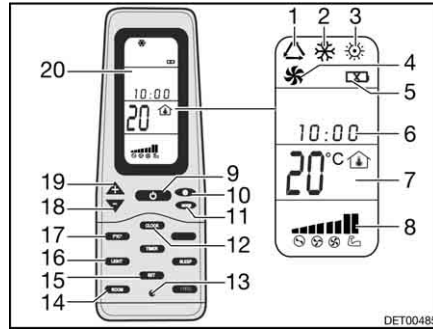

Bild 189 Fjärrstyrning
- Tryck på knappen ON/OFF (Bild 189,9).
- Tryck så många gånger på knappen "Mode" (Bild 189,11) tills önskad driftstyp (Bild 189,1, 2, 3 eller 4) visas på displayen (Bild 189,20).
- Ställ in önskad temperatur med knapparna "+" (Bild 189,19) och "-" (Bild 189,18).
- Med knappen Fläktvarvtal (Bild 189,10) väljs önskad fläktkapacitet.